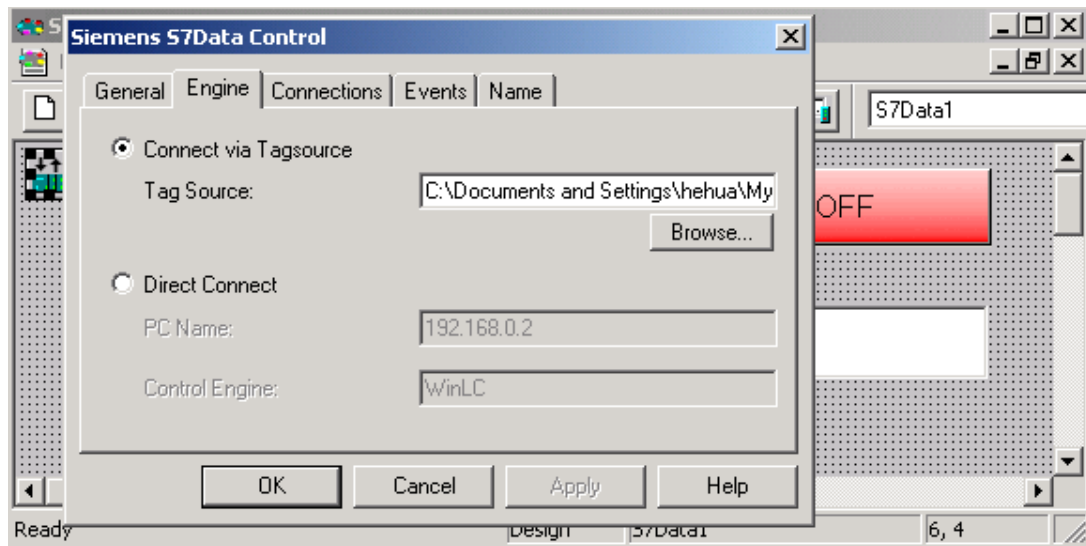
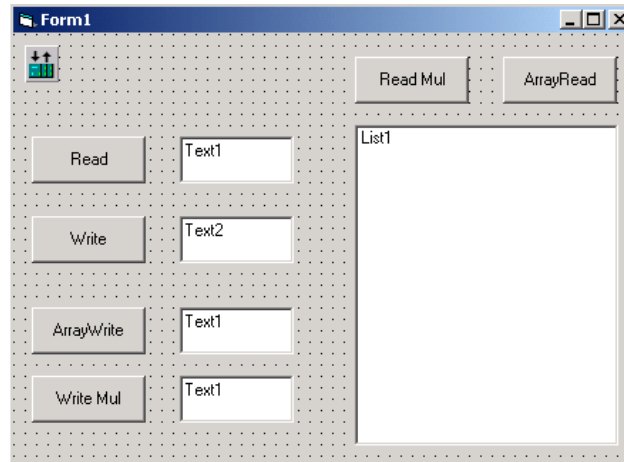

图 3.5 选择连接方式为标签连接
图 3.9 VB 的设计窗体
- (1) 在窗体上添加一个 S7Data，一个 Button 和一个 Edit。
- (2) 双击窗体上的 S7Data1 对象，从弹出的窗口中选择“Engine”选项卡。
- (3) 选中通过标签文件进行连接，并选择上节保存的文件名作为标签文件。如图 3.5 所示。
对象，以及一些按钮、文本框，和一个列表框来实现下列例子程序，设计窗体见图 3.9。在编写代码前，还必须设置 S7Data1 对象的属性，在图 3.5 所示的“Engine”选项卡上，我们这一次选择直接连接。PC Name 设为“<Local>”，Control Engine 设为“WinLC”。